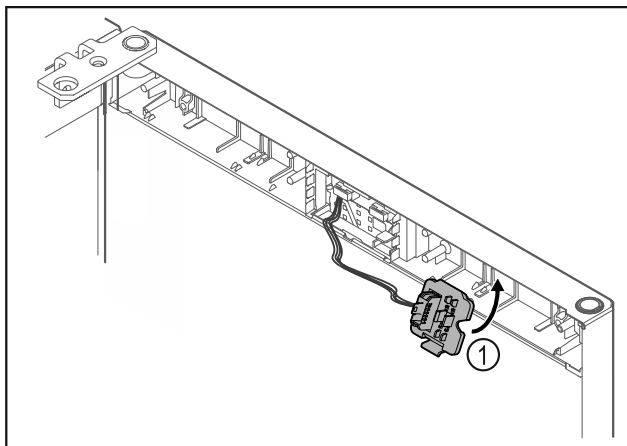

Fig. 25
- ▶ Установите и зафиксируйте держатель штекера Fig. 25 (1) на противоположной стороне.